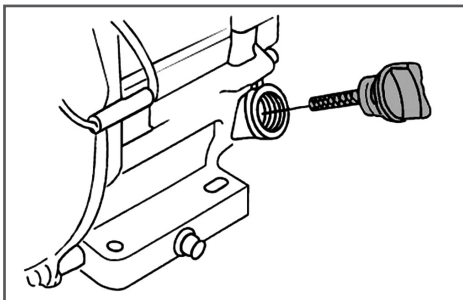

Рис. 7 Крышка-щуп маслозаливной горловины
2. Открутите крышку-щуп маслозаливной горловины и извлеките щуп (Рис. 7).
2. Выкрутите крышку-щуп маслосазливной горловины и извлеките щуп (Рис. 7).